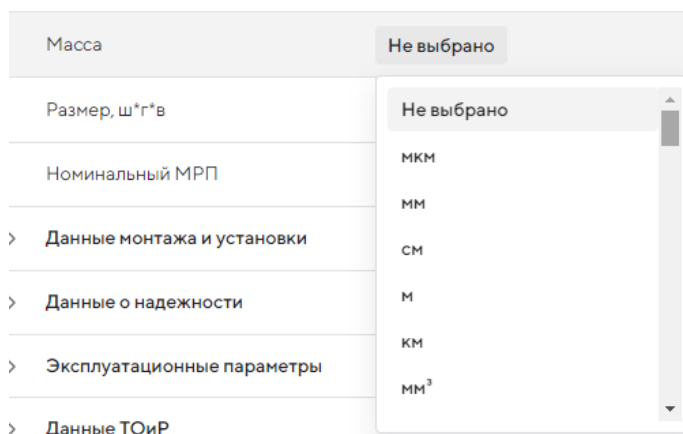

Рисунок 110 — Выпадающий список для выбора единиц измерений
7. Нажмите кнопку  (Редактировать). В поле «Единица измерения» откроется выпадающий список с перечнем единиц измерений (Рисунок 110).